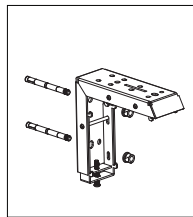

图4
b. 混凝土墙壁或楼底：取挂板贴在要安装的位置上，用笔标记挂板大孔位置，钻制膨胀螺丝底孔后敲入M8膨胀螺丝；再套入挂板，拧紧螺母。完成挂板固定。（图4、图5）